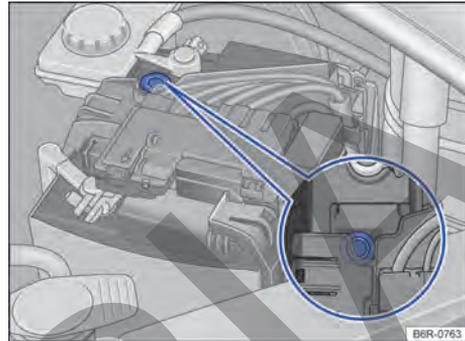

Fig. 161 En el compartimento del motor: ejemplo de posición del visor en el lado superior de la batería del vehículo.
- El visor redondo → fig. 161 en la parte superior de la batería del vehículo cambia de color dependiendo del nivel del electrólito.